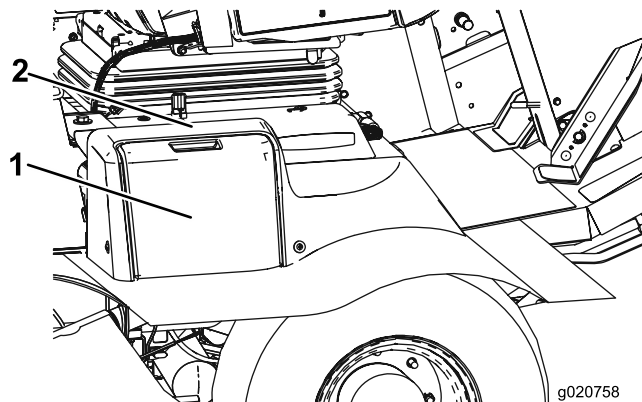

Figura 51
1. Aprite il coperchio della batteria sul lato della copertura (Figura 51).
Nota: Premete sulla superficie piatta sopra il coperchio della batteria per facilitare la rimozione del coperchio (Figura 51).